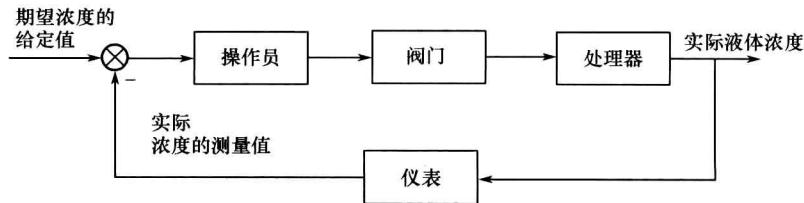

图 1-4
(2) 人工控制系统控制方框图如图 1-4 所示。系统中, 输入量为期望的液体浓度给定值, 输出量为实际的液体浓度。